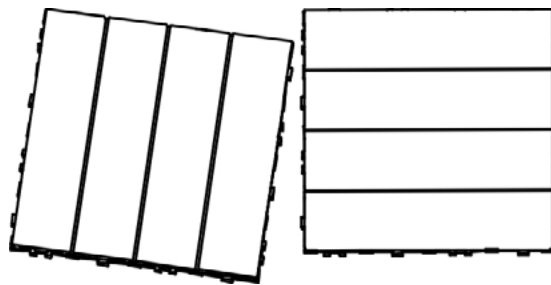

图 10
- 3 如图 10 所示,持续用力直到整个地板搭扣完全分开,地板拆除完成。